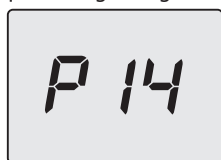

Figura 5.36
- Premere per 1 sec. il tasto 14 (Figura 5.32) per entrare nel parametro selezionato. Il display visualizzerà quanto segue (Figura 5.36).